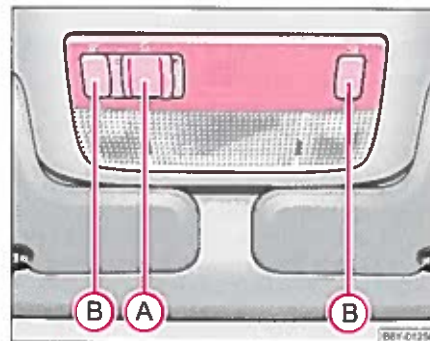

Fig. 37 Udsnit af taget indefra: Kabinelys foran
- Skub kontakten **A** til højre i stillingen ⇒ fig. 37.
- For at tænde eller slukke højre eller venstre læselampe trykkes der på knappen **B** ⇒ side 55, fig. 37.